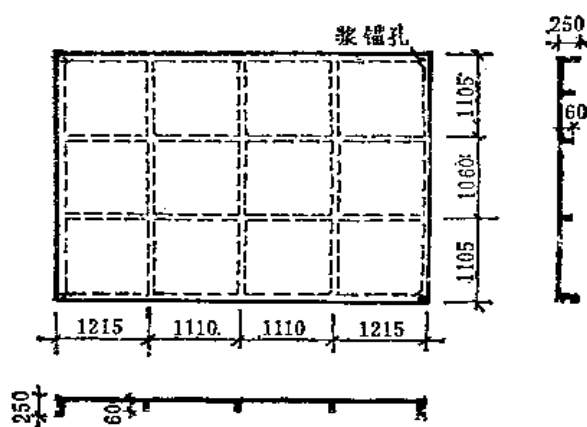

图 2-45 楼板平面断面图
2. C40钢筋混凝土双向预应力高强钢丝肋形楼板。采用模上张拉、风动振荡、真空吸水、进池养护工艺生产。一间一整块,平面尺寸见图2-45。